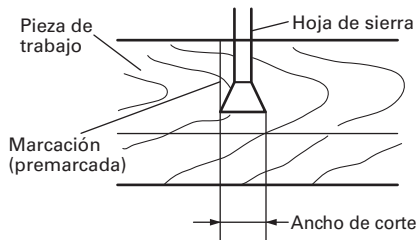

Fig. 18
(1) Encienda el marcador láser y efectúe una ranura de aproximadamente 3/16" (5mm) de profundidad en una pieza de trabajo de unos 1-1/2" (38mm) de alto y 3-1/2" (89mm) de ancho. Sostenga la pieza de trabajo ranurada mediante el tornillo de carpintero tal como está, y no la mueva. (Fig. 18)